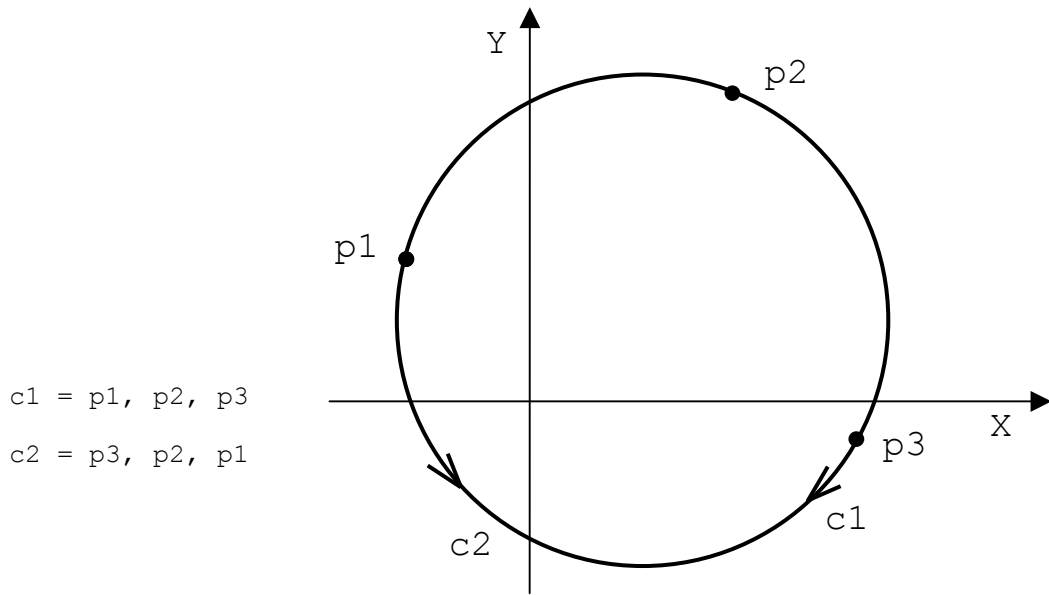

Рисунок 2.95
- окружность, проходящая через три точки (рисунок 2.95):